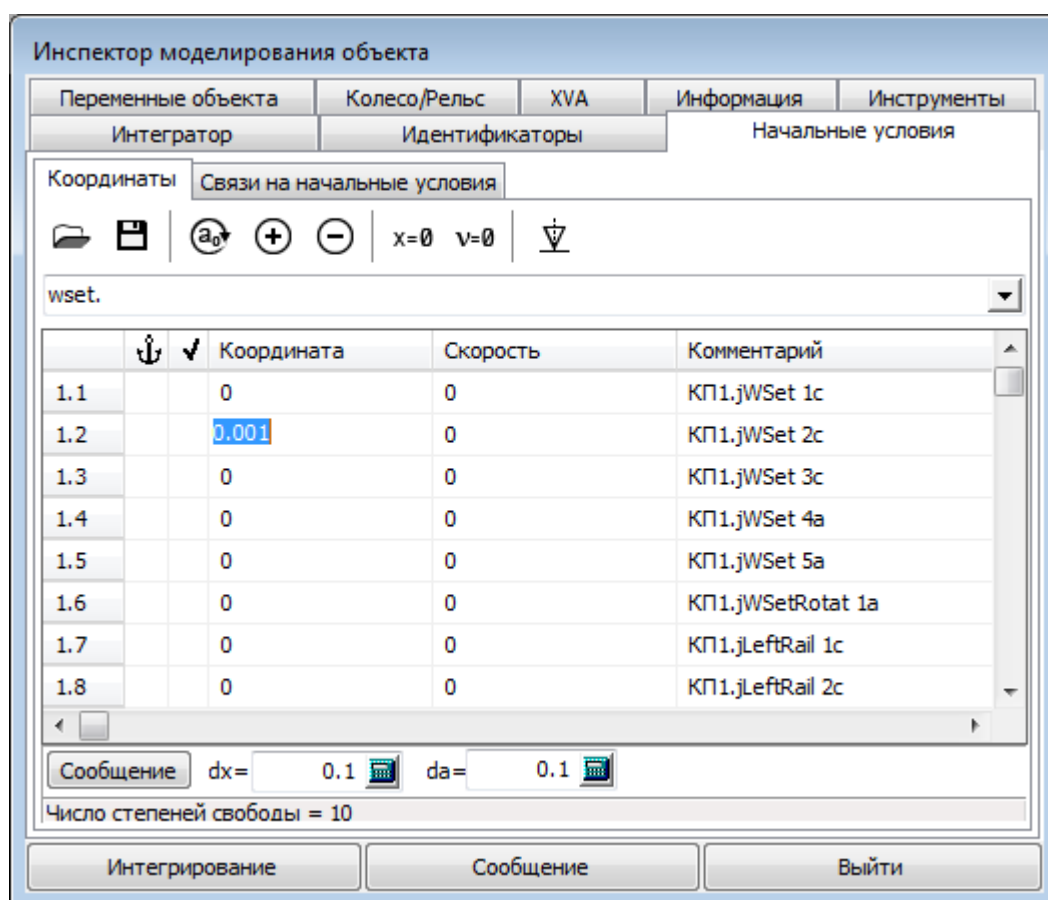

Рис. 1.5. Смещение колёсной пары от положения равновесия
1. Перейдите в окно инспектора моделирования объекта, кнопка *F11*, см. рис. 1.5.